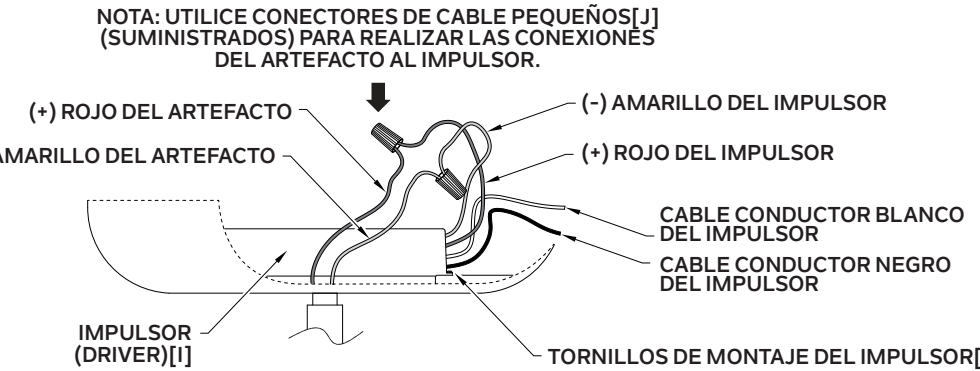

Fig. 1
4. Desserrez les vis de montage du conducteur [K] et retirez le conducteur [I] de la cache [E] (See Fig. 1). Mettez de côté les vis du conducteur et le conducteur.
8. **Effectuez les connexions de fils (du luminaire au conducteur) à l'aide des PETITS connecteurs de fils [J] fournis (voir Fig. 1).**
- Afloje los tornillos de montaje del impulsor **[K]** y retire el impulsor **[I]** de la cubierta **[E]** (See Fig. 1). Guarde los tornillos de montaje del impulsor y el impulsor.
- Realice las conexiones de cables (del artefacto a impulsor) utilizando los conectores de cables PEQUEÑOS[J] suministrados (Ver Fig. 1).**